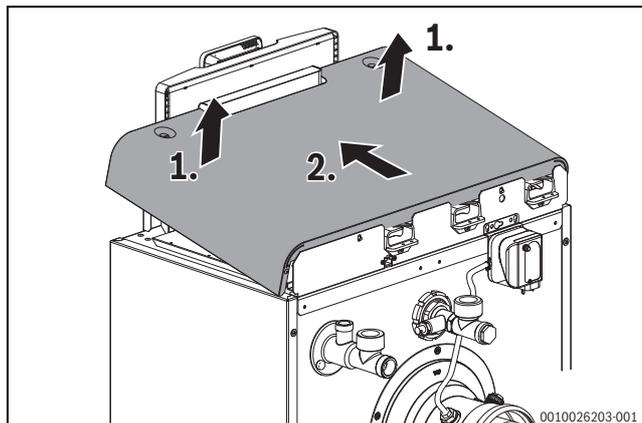

Fig. 20 Rimozione della copertura della caldaia
- Sollevare verso l'alto la copertura della caldaia nella parte anteriore e quindi rimuoverlo verso la parte anteriore (→ fig. 20).